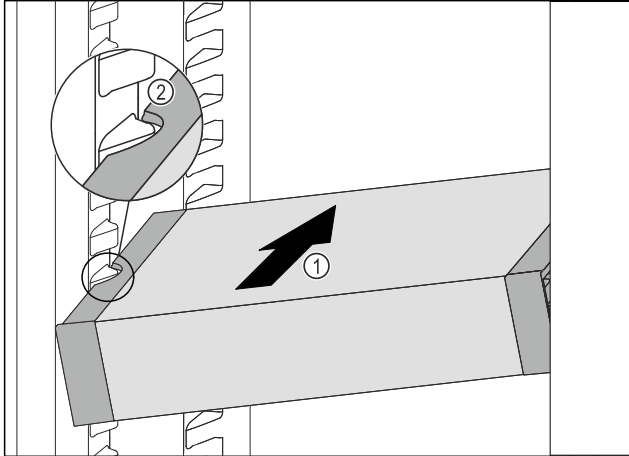

Fig. 107
- ▶ VarioSafe schräg in das Kühlteil einschieben Fig. 107 (1), bis sich die seitlichen Aussparungen Fig. 107 (2) des VarioSafes auf Höhe der Behälterrippe im Kühlteil befinden.